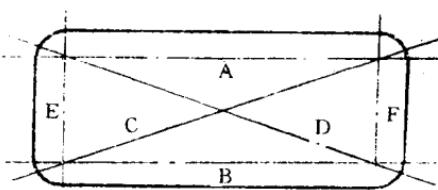

图 1 五十铃 DH100 发动机缸盖
(1) 损伤部位 有一辆日本五十铃 TD72 型载货汽车,发动机(DH100)缸盖翘曲变形,装复后缸垫处有漏气现象。
(2) 检查要求 把气缸盖放在一平板上,在缸盖下表面垫上直尺,用塞尺检查直尺同气缸盖下表面的间隙。检查部位及方向如图 1 所示。